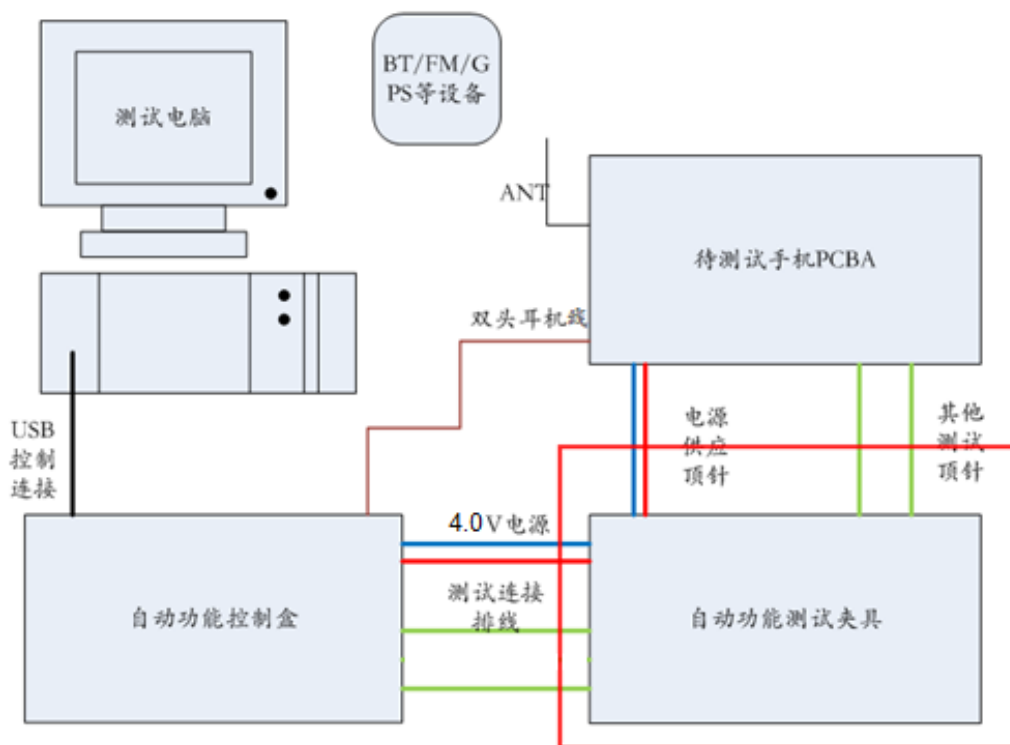

图 1-1 自动功能测试模块连接示意图
其主要功能模块连接示意如图 1-1：
- 其中图 1-1 红色方框内的部分，是夹具供应商需要根据不同 PCBA 进行夹具设计制作的部分。由于夹具与待测 PCBA 之间的顶针连接方式需要根据各款不同 PCBA 单独设计且此部分设计与常规测试夹具无过多差异之处，在此不作赘述。本文档重点将对自动功能测试夹具与自动测试仪之间的连线进行说明，并详细的讲解 PCBA 上测试点通过自动功能测试夹具的测试线路连接方法。